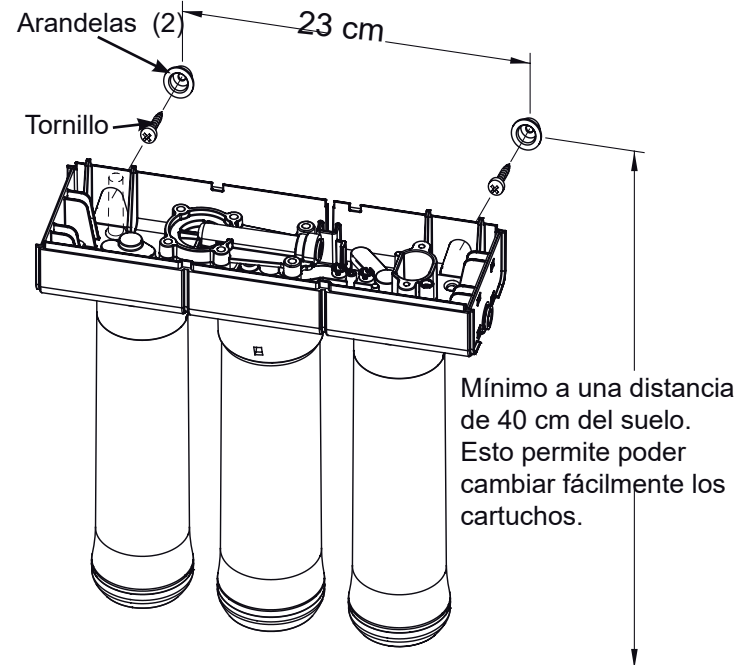

FIG. 10
El equipo de ósmosis inversa se instala con ayuda de arandelas de fijación. Cf Fig. 10. Las arandelas de fijación permiten retirar los filtros de las arandelas sin desmontar todo el sistema.
2. Localizar los orificios de montaje en la parte trasera de la unidad. Cf Fig. 10.
3. Colocar la unidad contra la pared y marcar la ubicación de las arandelas. Cf Fig. 10. Instalar la unidad lo suficientemente alta para dejar un espacio que permita cambiar fácilmente los cartuchos sin necesidad de desmontar la unidad de la pared.